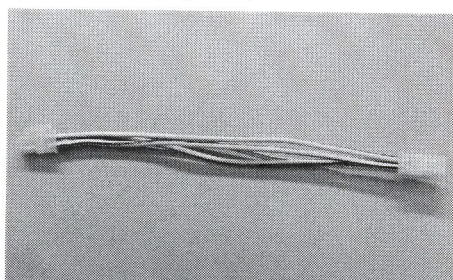
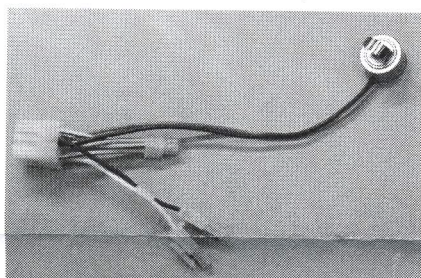

FIGURE 1
FIGURE 2
Cet ensemble de réparation est fourni avec un moteur d'évaporateur utilisable sur un réfrigérateur KitchenAid à compartiments superposés (congélateur en bas), un réfrigérateur à compartiments juxtaposés ou un réfrigérateur bas (hauteur de plan de travail). Cet ensemble de réparation est également fourni avec un câblage de dérivation pour le réfrigérateur KitchenAid à congélateur en bas (Figure 1) et un nouveau câblage (avec contacteur à bilame pour dégivrage) pour le réfrigérateur bas (Figure 2).
3. Dans le cas d'un **réfrigérateur bas KitchenAid**, on doit enlever le vieux câblage avec contacteur de dégivrage à bilame connecté au câblage du ventilateur de l'évaporateur. Cet élément de câblage comporte un connecteur à 9 broches et le contacteur à bilame pour dégivrage. Pour le réfrigérateur bas **SEULEMENT**, remplacer le vieux câblage (avec contacteur à bilame pour dégivrage) par le produit neuf fourni dans l'ensemble (Figure 2).
Dans le cas d'un **réfrigérateur KitchenAid avec congélateur en bas**, connecter le câblage de dérivation (environ 265 mm) de l'ensemble (Figure 1) au nouveau moteur de ventilateur d'évaporateur.